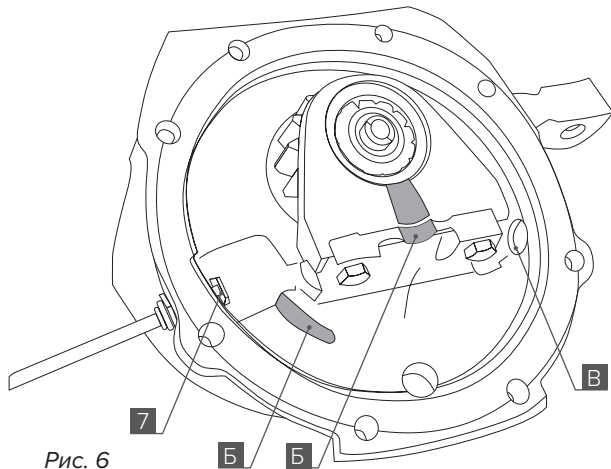

Рис. 6
4. В заводское отверстие под сливную пробку установите футорку [7]. **А** рис. 6.